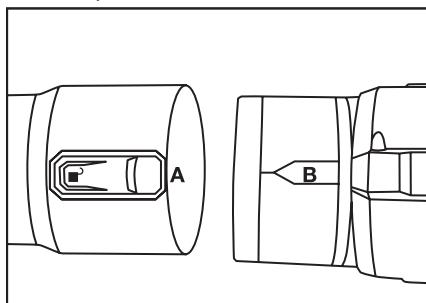

Рис. 2 Установка напорной трубы
- Установите напорную трубу как показано на Рис. 2. Для этого совместите направляющую В на выходном патрубке воздуходувки и фиксатор А напорной трубы и наденьте трубу до щелчка фиксатора.